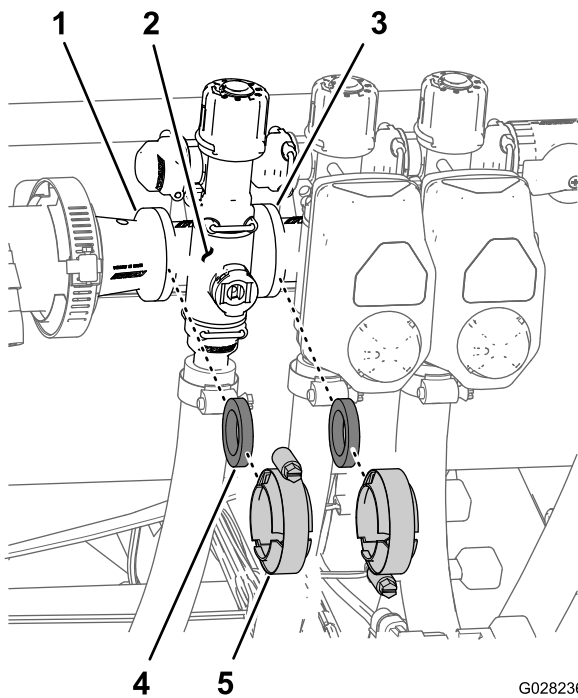

**Figura 88**
2. Retire el perno con arandela prensada y la contratuerca con arandela prensada que sujetan la válvula maestra de los brazos al soporte de la válvula, y retire el distribuidor de la válvula de la máquina (Figura 88).